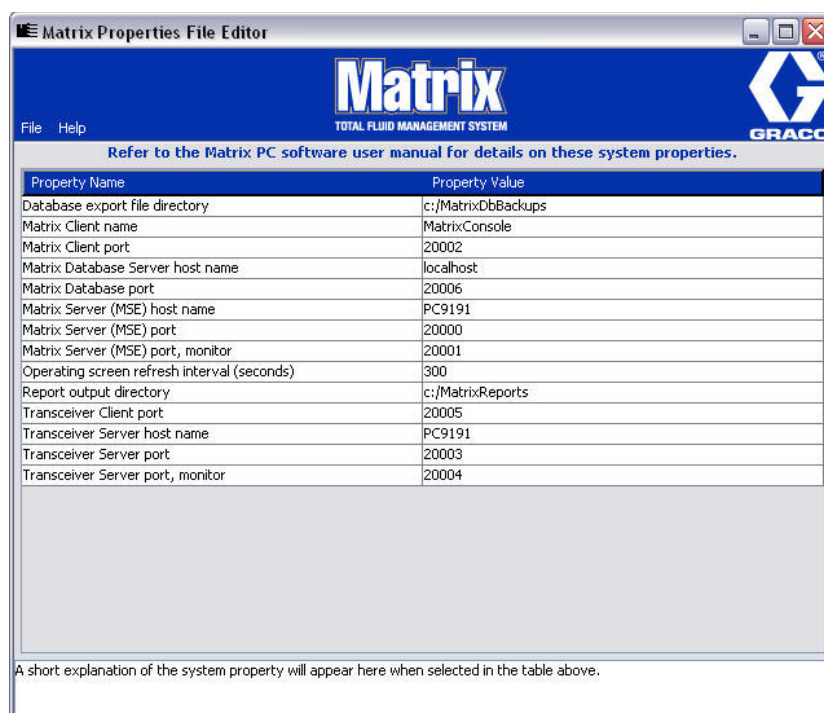

FIG. 23
2. L'éditeur affiche les propriétés du système sous la forme d'une liste à deux colonnes, avec les noms de propriété à gauche et leurs valeurs modifiables à droite (FIG. 23). Lorsque vous sélectionnez une propriété en cliquant dessus, le panneau en bas de l'écran affiche les informations de base de cette propriété.